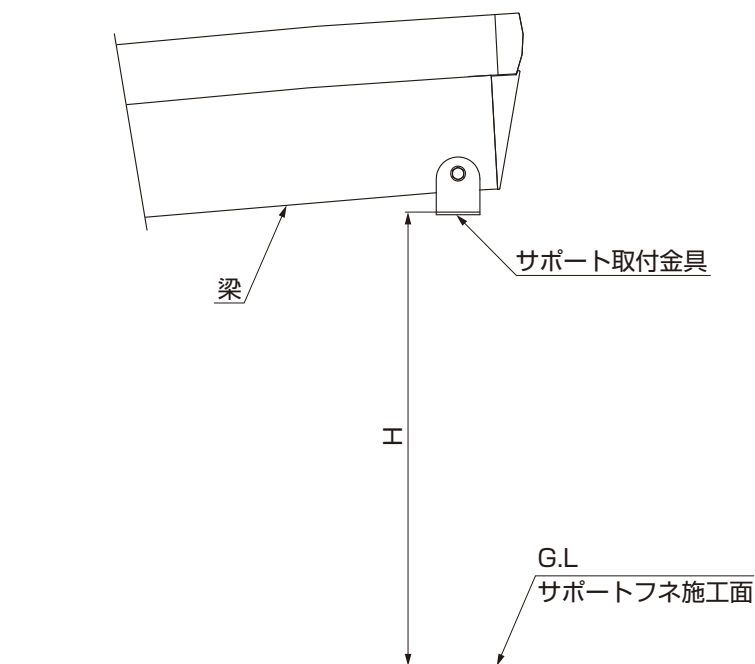

図5-1
- ① サポート本体を取付ける際、取付け機種に合わせて長さを調整してください。
- ② 図5-1のH寸法を採寸してください。